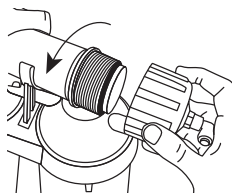

Рис. 18
5.8.3. Открутите крышку корпуса мембраны (Рис. 18).